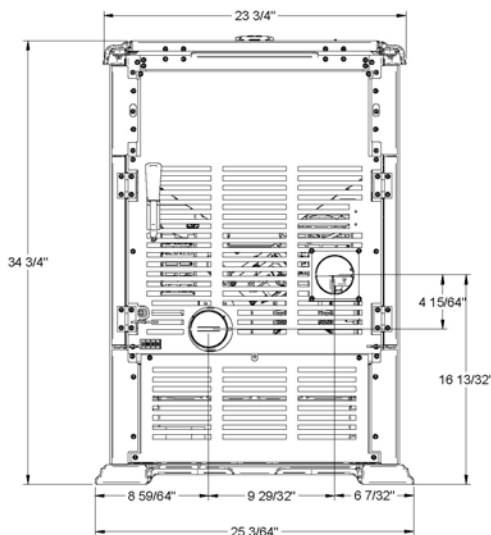

Figure 4
2. Marquez la position du trou au mur directement derrière la buse d'évacuation (voir figure 4).